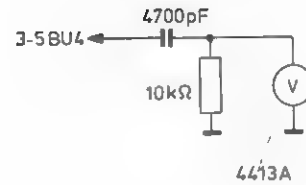

Fig. 24
- Sluit een mV-meter, via een RC-filter, aan op punt 4 van BU5 (zie fig. 24).